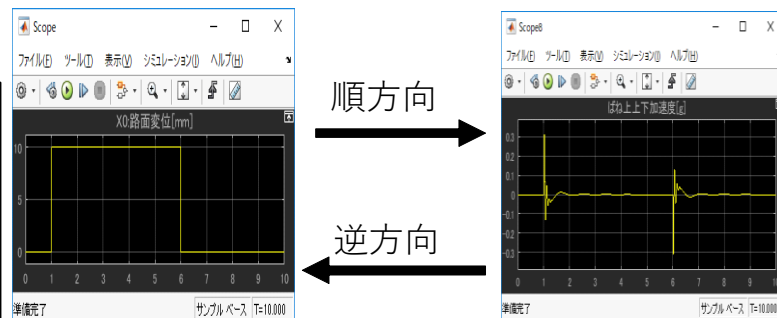

図3 路面凹凸(左)・ばね上下加速度(右)
- Matlab上で路面凹凸から加速度等を得られる順方向のシステムを設計(図3)